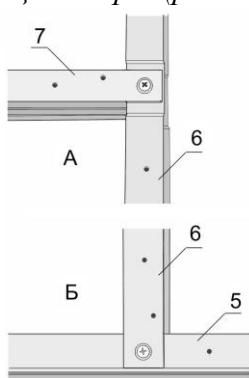
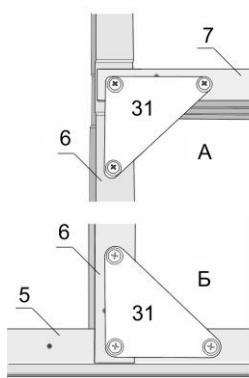

Рис. 8
Рис. 9
3.1.7. Сборку дверного проема начните с наружной стороны теплицы (рис. 8), так как с внутренней стороны, в местах соединения, необходимо закрепить косынки №31 для фиксации двери (рис. 9).